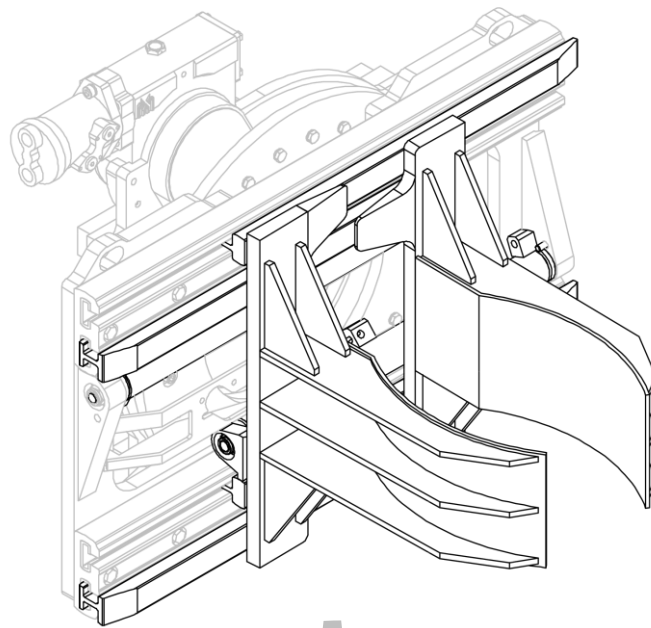
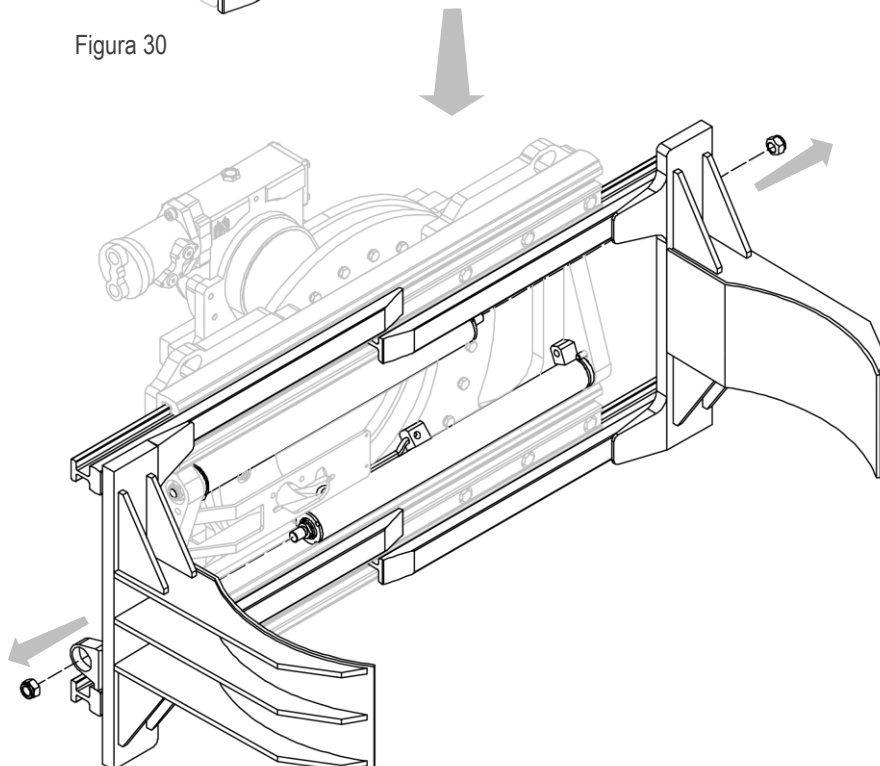

Figura 30
Figura 31
2. Quitar los perfiles con los brazos después de desatornillar tuercas que bloquean los cilindros (mira *Figura 30* y *Figura 31*).